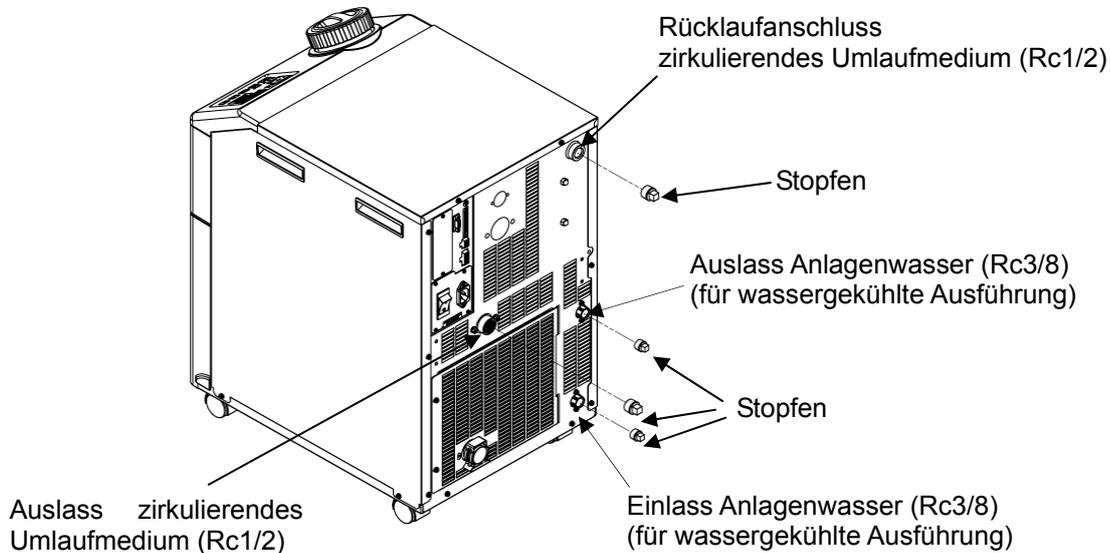

Abb. 8-6 Montage des Stopfens an die Leitungen des Produkts
**9.** Siehe Abb. 8-6 für die Montage des Stopfens an den Leitungen des Produkts.